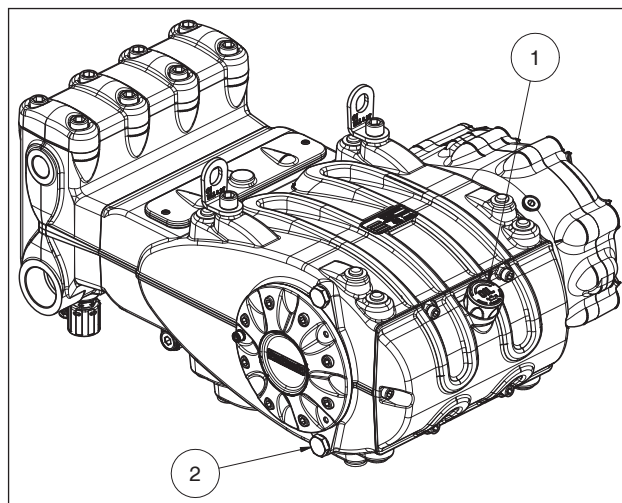

Abb. 3
Überprüfen Sie den Ölstand über den Verschluss mit Ölmesstab und min. sowie max. Markierungen ①, Abb. 3. Füllen Sie bei Bedarf auf.
Für den Ölwechsel soll die Pumpe dagegen auf Betriebstemperatur sein. Entfernen Sie dazu den Verschluss Pos. ②, Abb. 3.
Richten Sie die Anlage so ein, dass eine Öltemperatur von **115°C (239°F)** beim Betrieb der Pumpe auf keinen Fall überschritten wird. Führen Sie einen Temperaturfühler in den Ölablassverschluss Pos. ② Abb. 3 ein. Siehe Anleitung „ATEX-EXPLOSIONSSCHUTZ“.